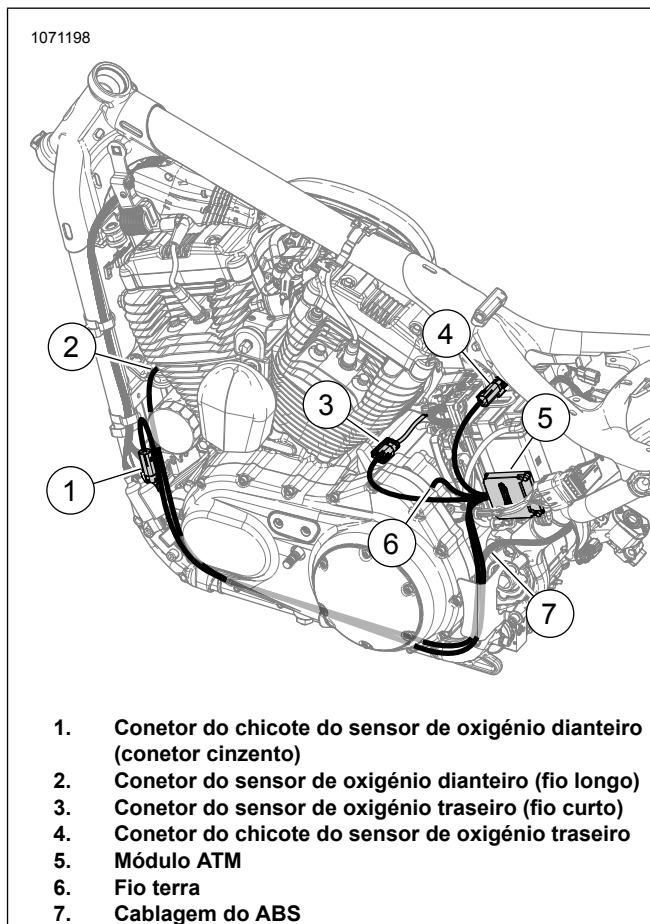

Figura 50. Orientação da cablagem do ATM (espaço reservado)
12. Ver Figura 50. Instale o módulo ATM (5).
Ver Figura 50. Encaminhe e conecte o fio terra do ATM (6) ao contacto terra **limpo**. Aperte com um binário de: